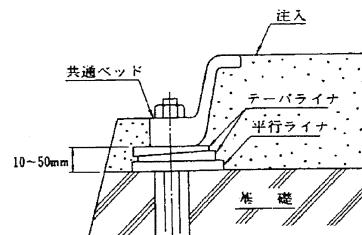

図4
- (1) 基礎面が平滑となるよう、基礎をチッピングした上で、平行ライナ1枚とテーパライナ2枚を図4に示すようにポンプの基礎ボルト穴の両側に振り分け配置してください。
- (2) 次にポンプをライナ上に載せ、基礎ボルトを基礎ボルト穴に据えます。
- (3) ポンプの位置や高さを決めます。吐出しフランジを利用し水平を出します。水平度は1mにつき0.1mmを目安としてください。ポンプの高さの調整はテーパライナにより簡単に行うことができます。
- (4) 基礎ボルトを据えた状態で、基礎ボルト穴にモルタルを流しこみ固化させます。モルタルは、気温・湿度・配合により異なりますが、およそ4日間程度で固化します。